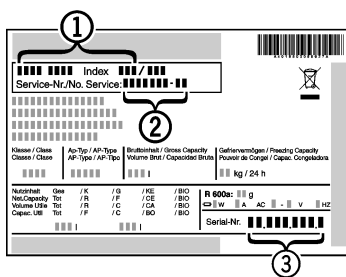

Fig. 27
- ▶ Gerätebezeichnung Fig. 27 (1), Service-Nr. Fig. 27 (2) und Serial-Nr. Fig. 27 (3) vom Typenschild ablesen. Das Typenschild befindet sich an der linken Geräteinnenseite.
- ▶ Den Kundendienst benachrichtigen und den Fehler, Gerätebezeichnung Fig. 27 (1), Service-Nr. Fig. 27 (2) und Serial-Nr. Fig. 27 (3) mitteilen.